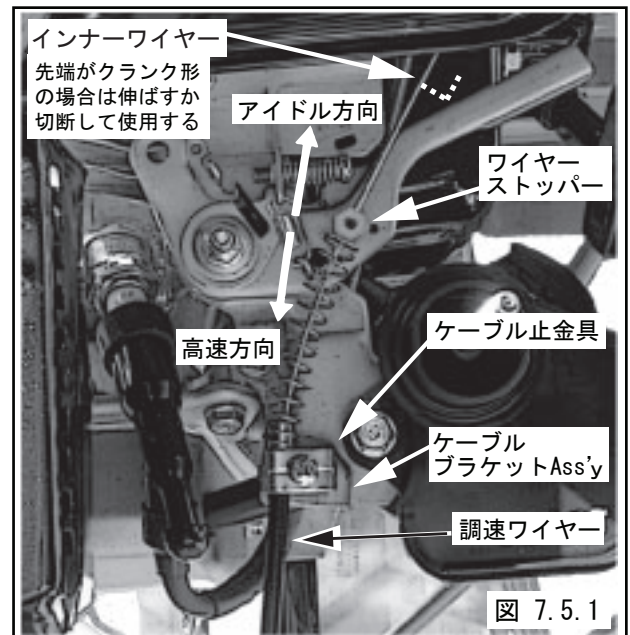
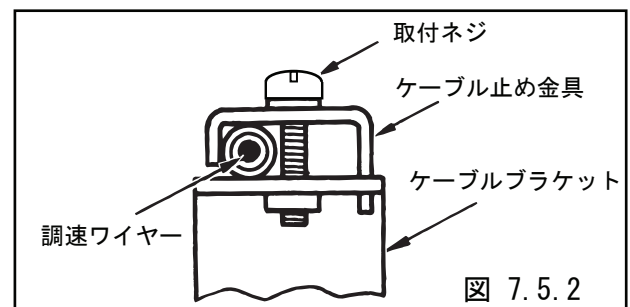

図 7.5.1
図 7.5.2
- (1) 調速ワイヤーをケーブルブラケットAss'yに通します。(図7.5.1, 7.5.2)
調速ワイヤーは、インナーワイヤーの取り付けを水平にするため、(図7.5.2)のようにケーブル止め金具の短い足側に通してください。
- (2) 調速ワイヤーの OUTER ケーシングをケーブル止め金具によりブラケットに固定します。固定位置は、OUTER ケーシングが止め金具より約5mm出る位置で取付ネジを締めてください。(図7.5.1)
- (4) エンジンのスピードコントロールをアイドル方向いっぱいには押しながら、インナーワイヤーをワイヤーストッパーに固定します。(図7.5.1, 7.5.4)
- (5) ハンドル手元の調速レバーを操作して各部の動きを確認してください。特に、レバー操作によりスピードコントロールが最高速度位置およびアイドル位置になるかどうか、また、インナーワイヤーに過度の曲がりがないかを確認し、必要なら再調整してください。
- (6) 調速レバーをもどしても、アイドル回転に戻らない場合は、図7.5.2 に示すケーブル止め金具をゆるめた上、調速ワイヤーをアイドル方向へわずかに押しながら再度ケーブル止め金具を固定してください。調速ワイヤーがバネの働きをするため、もどりがより確実になります。